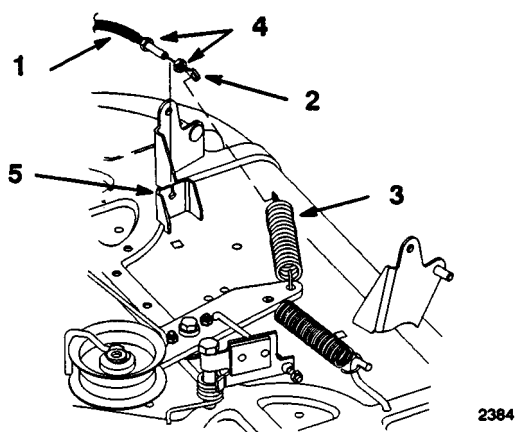

Fig. 45
10. Fjern den første låsemøtrik og skru den anden låsemøtrik helt på knivkablet (kraftudtagskablet). Stik kablet gennem udskæringen i klippeenhedsbeslaget og skru den anden låsemøtrik på kablet (fig. 45).
11. Hægt enden af knivkablet (kraftudtagskablet) på mellemfjederen (fig. 45).